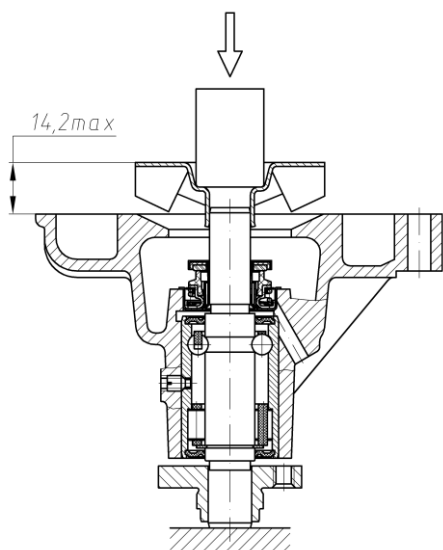

Рис.68. Напрессовка крыльчатки водяного насоса
- напрессовать крыльчатку на валик подшипника, выдержав размер между торцом крыльчатки и торцом корпуса насоса не более 14,2 мм (рис.68). **Не допускается прикладывать усилие запрессовки к обратным сторонам лопастей во избежание их деформации;**